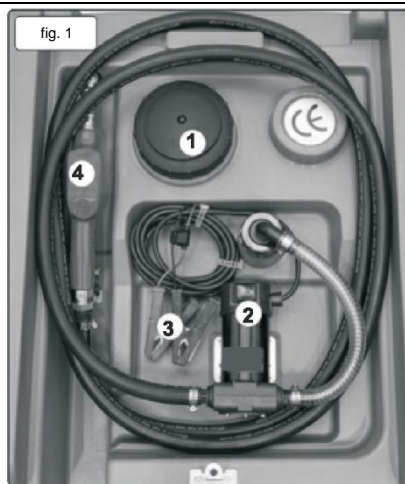

fig. 1A
**Schéma: (fig. 1. & fig. 1A).**